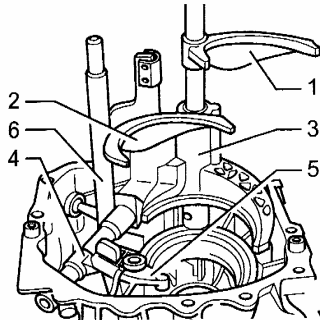

图 12-61 整套换挡操纵机构安装位置
(6) 变速器中整套换挡操纵机构的安装位置，如图 12-61 所示。